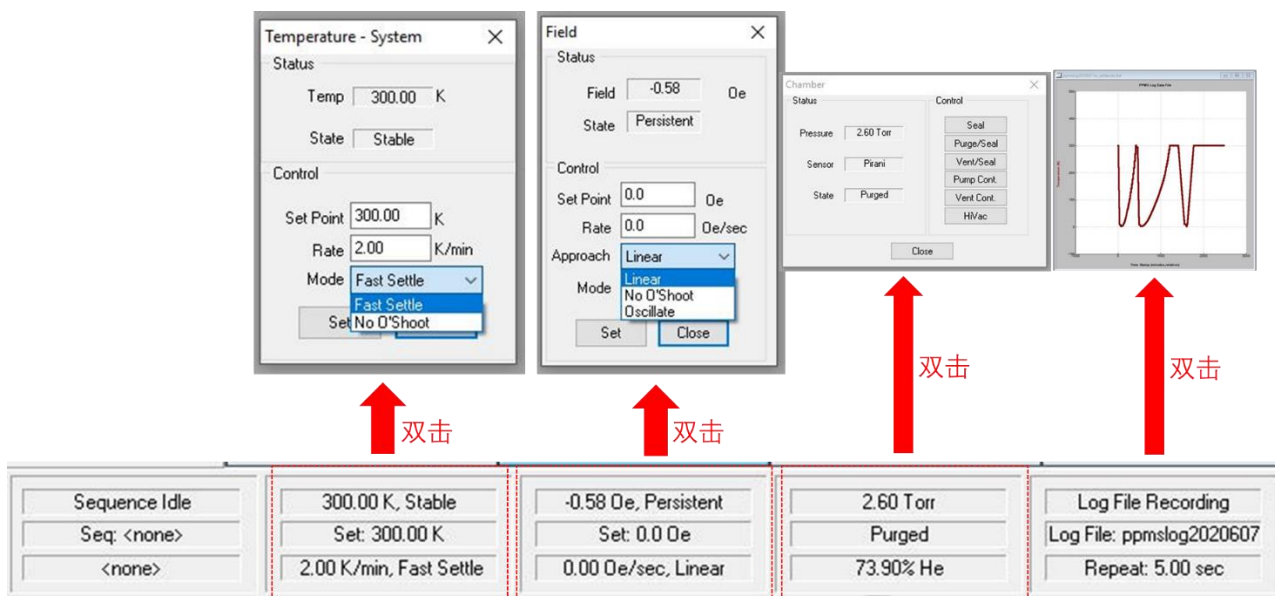

图 6.8 从左到右依次为：设置温度、设置磁场、更改样品腔状态、log 数据；
- 2) 如图 6.8 所示，设定温度：若温度不在 300K，双击红色区域，弹出对话框，‘Set Point’ 设置为 300K，‘rate’ 设置为 5，‘Mode’ 选择 ‘Fast Settle’；设定磁场：若磁场不为零，双击红色区域，弹出对话框，‘Set Point’ 设置为 0，rate’ 设置为 50，‘Approach’ 选择 ‘Linear’，‘Mode’ 选择 ‘Persistent’；待温度和磁场到达目标值，双击样品腔状态区域，弹出对话框，点击 ‘Vent Cont.’，状态变为 ‘Venting’ 后，进行下一步。